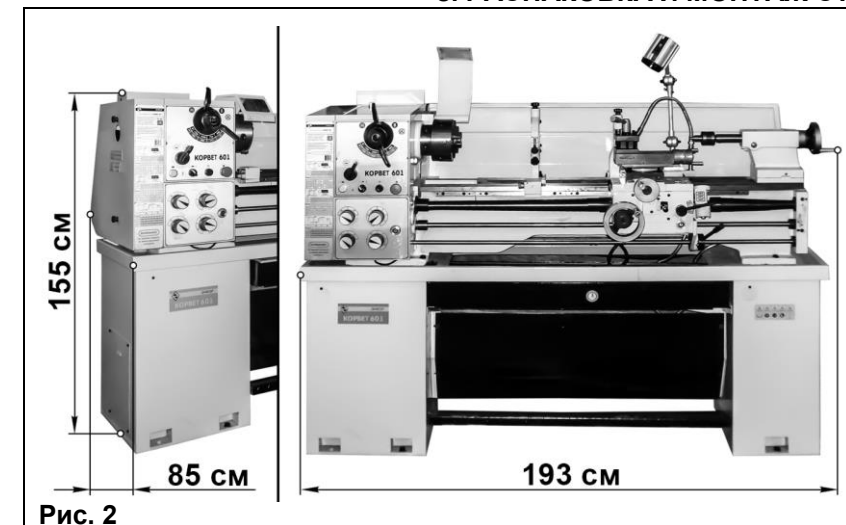

Рис. 2
5. РАСПАКОВКА И МОНТАЖ СТАНКА (Рис. 2)
Рис. 2а
станка необходимо использовать грузоподъемные механизмы и стропы грузоподъемностью не менее 1000 кг, Рис. 2 - 2а.